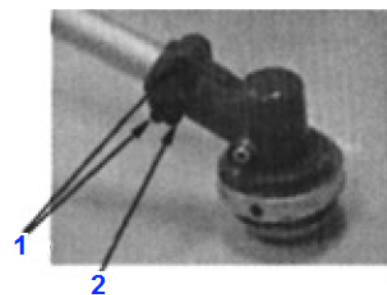

Fig.BC3
4.2- Carter d'engrenage (support de l'élément de coupe) (Fig. BC3)